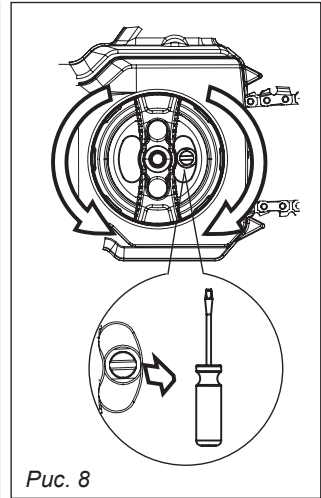

Рис. 8
3. Вращением винта натяжения цепи установите ползун в положение, максимально близкое к ведущей звездочке (рис. 8).